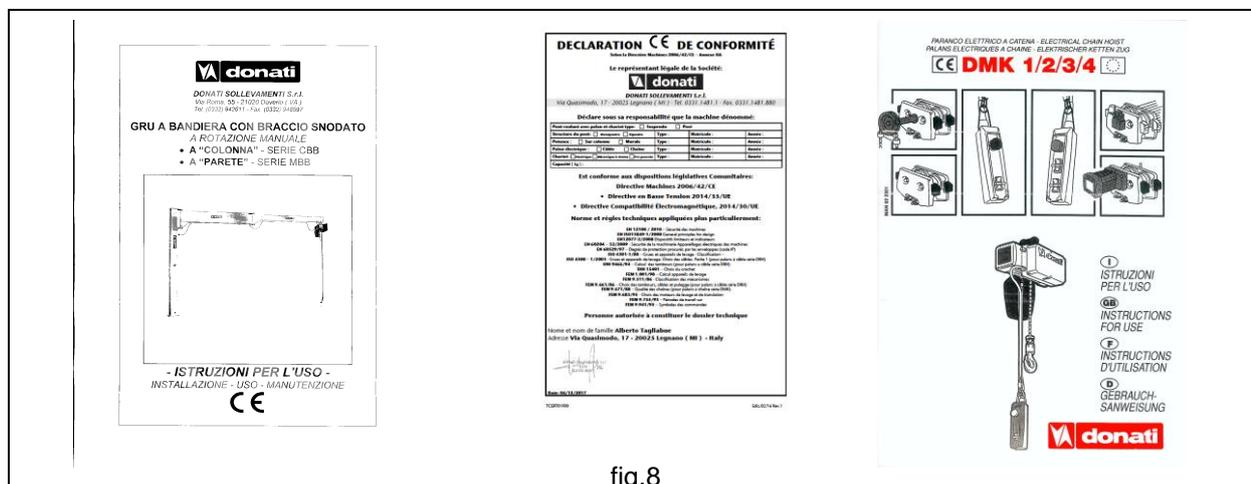

fig.8
- La documentation technique et légale fournie avec la potence comprend (fig. 8) :